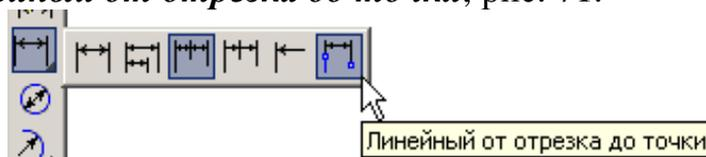

Рис. 71
7. Проставьте размеры. Глубину паза «10» и длину отверстия «25» проставьте размером *Линейный от отрезка до точки*, рис. 71.